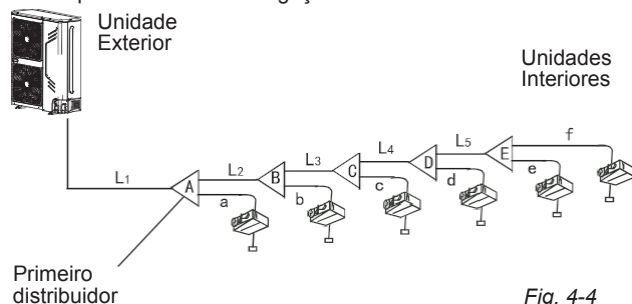
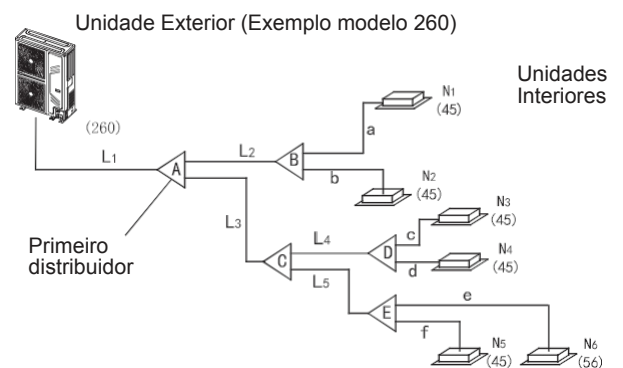
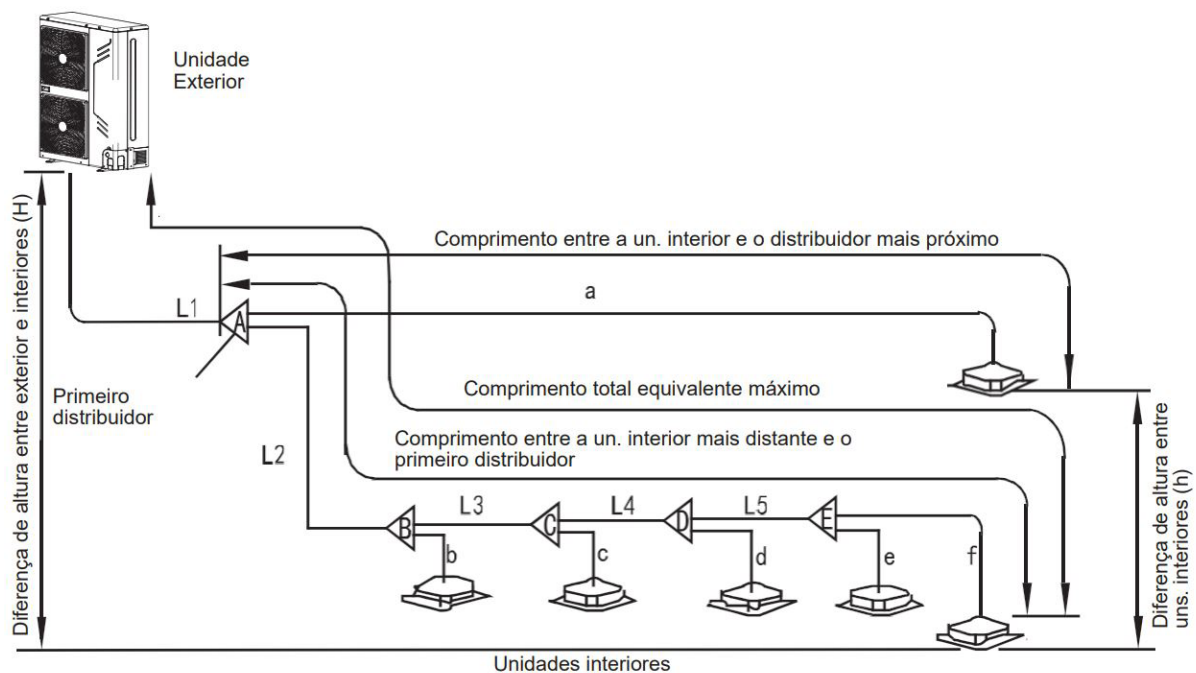

Fig. 4-4
Fig. 4-6
Fig.4-7
- Tubo principal (L1) (ver Fig.4-6 e Fig.4-4)
- Na Fig.4-6, o tubo principal L1, a capacidade da unidade exterior é de 16 kW, e verifique a Fig.4-7 para obter o tamanho do tubo, será de $\Phi 19,1$ (3/4") / $\Phi 9,5$ (3/8") e também o comprimento total equivalente é $> 45m$, em seguida, verifique Fig.4-4 para obter o tamanho do tubo do gás e do tubo do líquido será de $\Phi 22,2$ (7/8") / $\Phi 9,5$ (3/8"), e de acordo com o princípio de valor máximo, o diâmetro $\Phi 22,2$ (7/8") / $\Phi 9,5$ (3/8") deve ser aplicado.